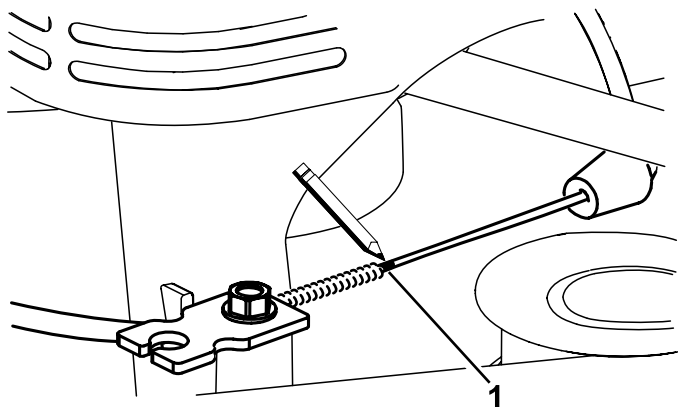
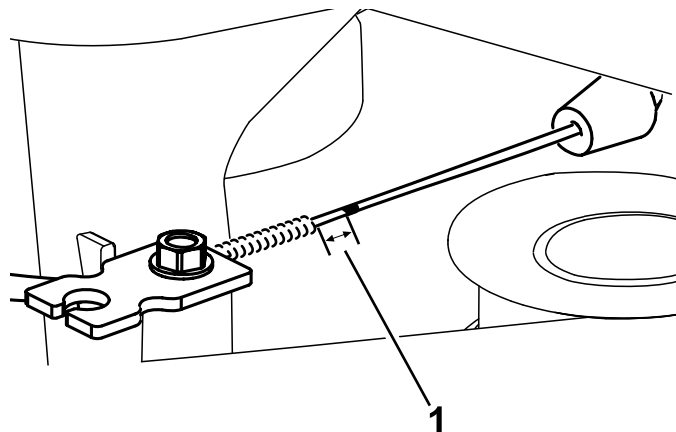

Рисунок 49
Рисунок 50
7. Отметьте трос тормоза (Рисунок 49), затем отрегулируйте оболочку троса так, чтобы провисание составило приблизительно 3 мм (Рисунок 50)